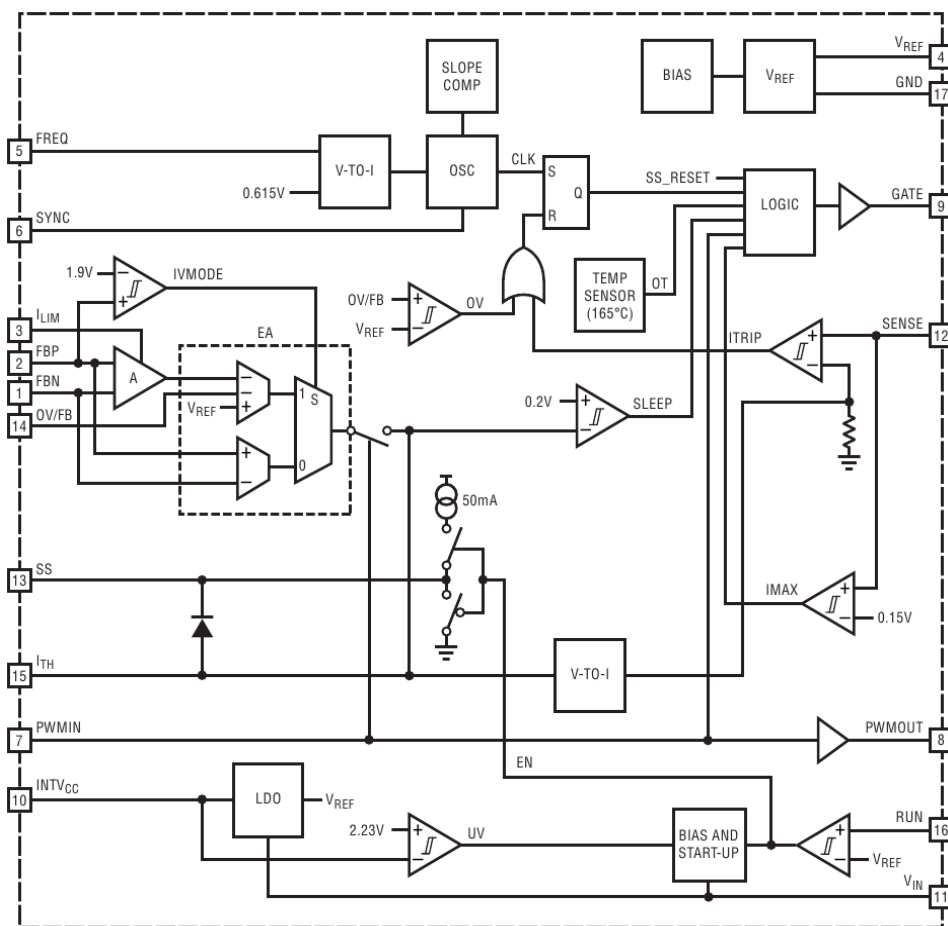

FIGURE 17: Structure interne du LT3783
- 4 – Redessinez le schéma, en le simplifiant, pour faire apparaître un convertisseur DC/DC classique parmi buck, boost ou buck-boost Le schéma interne du LT3783 est donné figure 17.